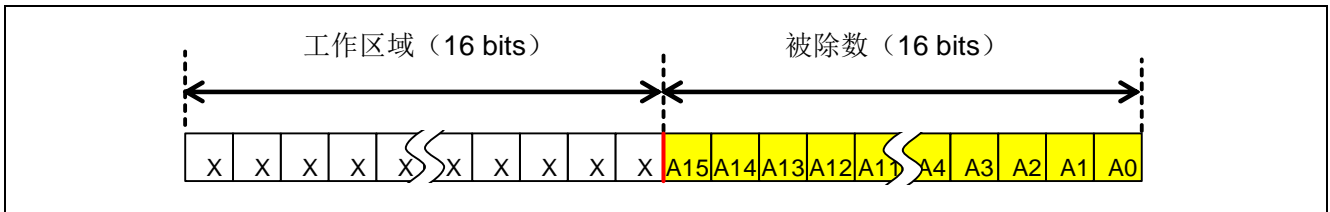

图 3.7 第 16 次执行结果
(6) 重复 16 次左移和减法后的工作区域和被除数的结果如图 3.7 所示。余数存储在工作区域，商存储在被除数的位置。